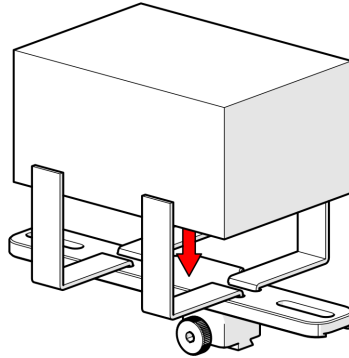

Abbildung 2-126 Setzen Sie den Vorverstärker in die Halterung und befestigen Sie ihn mit Riemen.
2. Setzen Sie den Vorverstärker in die Halterung und befestigen Sie ihn mit Klettbandern (siehe Abbildung 2-126 auf Seite 128)